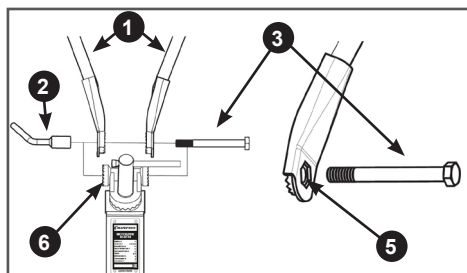

Рис. 11. Установка рабочих рукояток
9. Установите рабочие рукоятки. Для этого, установите рукоятки 1 на зубчатую стойку 4, совместите отверстия в рукоятках и стойке, вставьте в образовавшееся отверстие болт 3 и закрутите рычаг 2 регулировки рабочих рукояток по вертикали, не затягивая его (Рис. 11). Отрегулируйте положение рабочих рукояток по вертикали. Убедитесь, что головка болта 3 вошла в посадочное место 5 на рабочих рукоятках, после чего окончательно затяните рычаг 2 (Рис. 11).
Если после затяжки рычаг регулировки рабочих рукояток по вертикали мешает ходу рычага переключения передач, открутите рычаг 2, переставьте/проверните головку болта 3 крепления рукояток на требуемый угол, после чего снова закрутите рычаг 2 (Рис. 11).